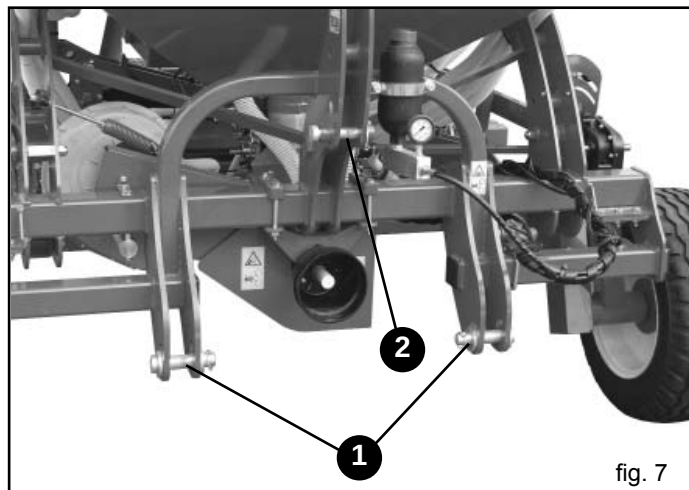

fig. 7
- 1) Die Hubvorrichtungstangen in die vorhandenen Bolzen einhängen (1, Abb. 7) und mit den Sicherheitssplints blockieren.
- 2) Den oberen dritten Punkt (2, Abb. 7) ankuppeln. Der Stift muß durch seinen Splint blockiert werden; mit der Einstellzugstange (3, Abb. 8) die Sämaschine senkrecht zum Boden ausrichten (Abb. 8).